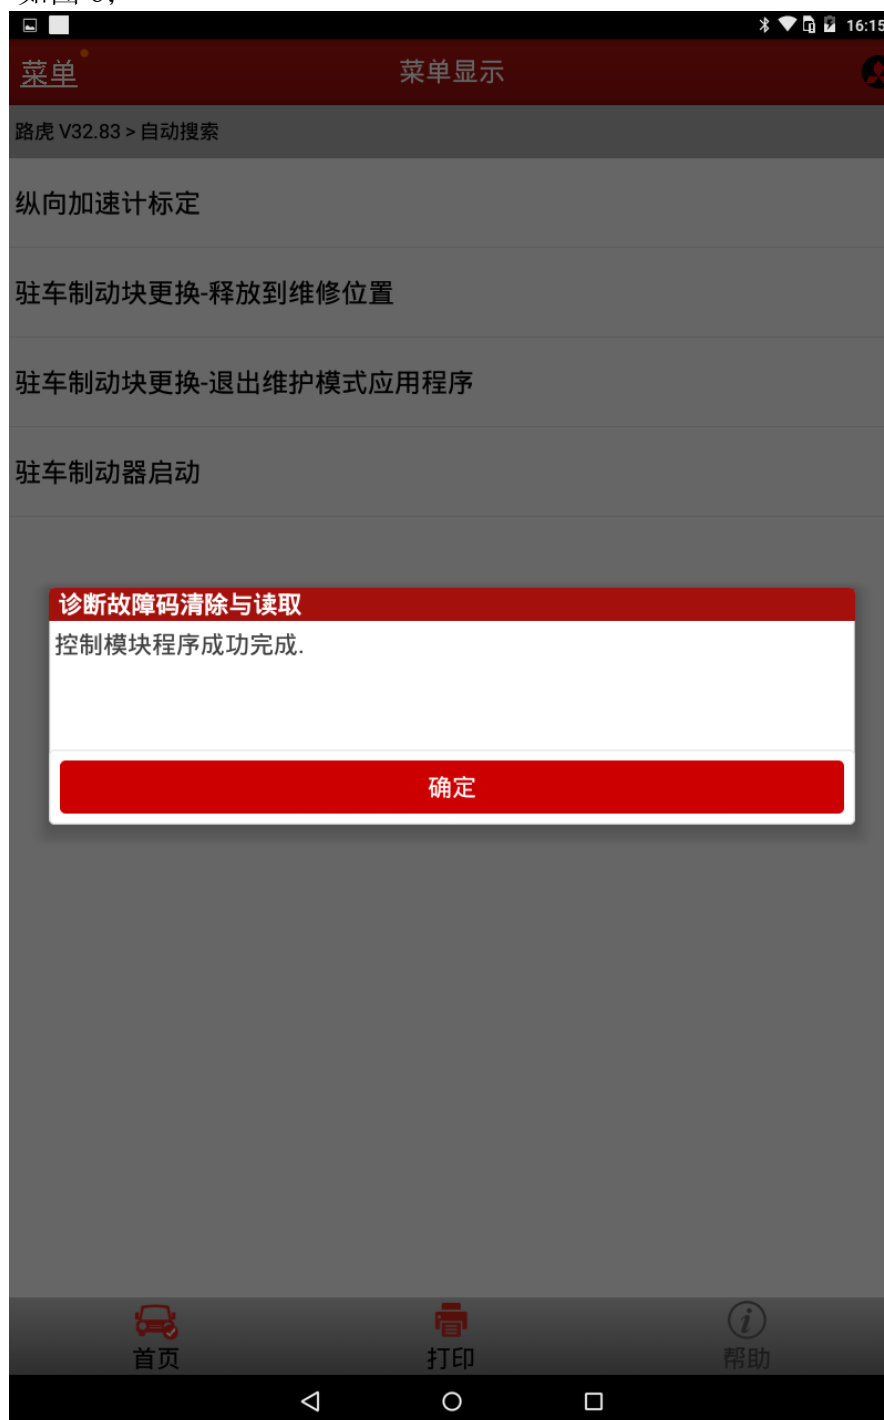

图 6
- M). 选择【是】按钮以清除执行过程中可能造成的临时性故障，程序会逐个清除车辆各个系统的故障，该过程会持续一段时间，耐心等待即可，直至提示“控制模块程序成功完成”，如图 6；